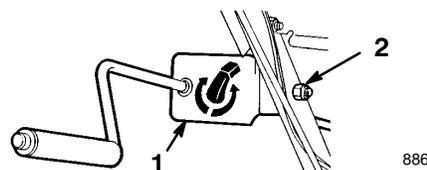

Figure 10
- Fixez le support et la tige d'orientation de l'éjecteur du côté gauche du mancheron à l'aide d'un boulon à tête hexagonale et d'un l'écrou de blocage. Ne serrez pas encore l'écrou (Fig. 10).
5. Serrez l'écrou de fixation du support d'orientation de l'éjecteur (Fig. 10).